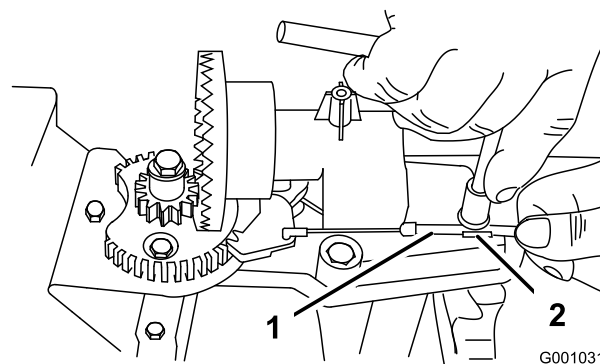
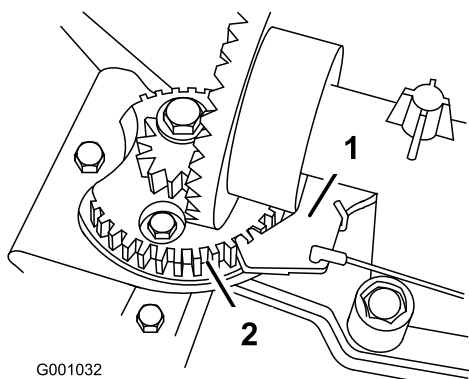

Figure 50
Figure 51
- Desserrez le boulon du serre-câble (Figure 50).
- Saisissez la gaine du câble et déplacez-la vers l'avant de la machine jusqu'à ce que le cliquet de verrouillage de l'éjecteur s'engage complètement dans les dents du secteur (Figure 50 et Figure 51).
Remarque: Le cliquet est rappelé par ressort et s'engage naturellement dans les dents du secteur (Figure 51).